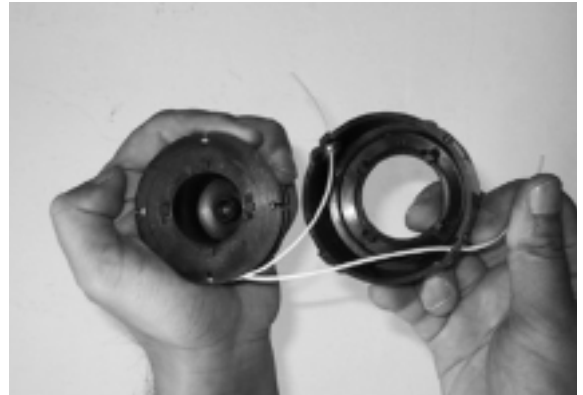

Fig. 27
7. Inserte la línea a través de cara ojal en el portador del rotor y deslice el rotor en el portador. (Fig. 27)